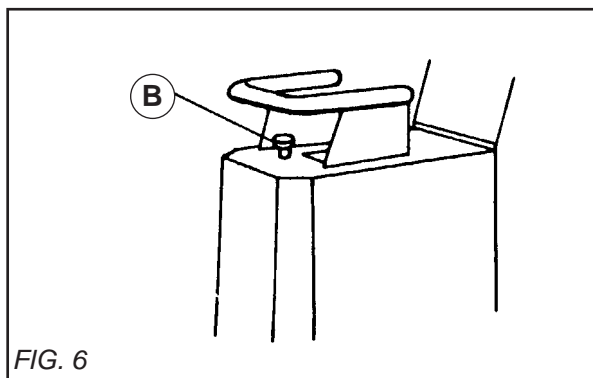

FIG. 6
- Pelo orifício, verta a água no depósito (capacidade 22 litros). O caudal de água é ajustado pelo botão roscado (B) (VER FIG.6)